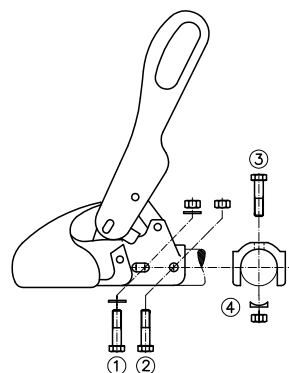

Bild 3 : Anslutning
Kulkopplingarna WS 3000-H/LB är specialutföranden för påskjutbromsar och monteras med korsförskruvning (1)+(3) och ett hålavstånd på **40 mm** (bild 3). Monteringsmaterialet ingår inte i leveransen.
2.2 Om kulkopplingen WS 3000/3500 monteras som ersättning för en annan kopplingstyp, är det för påskjutsbromsens funktion viktigt, att stötdämparen åter byggs in enligt gällande föreskrifter och att eventuella distansrör i dragröret monteras på rätt sätt. Vid WS 3000-D använd de medlevererade bultarna med $\varnothing 12 \times 34$ mm eller $\varnothing 12 \times 49$ mm som hjälpmedel, beroende på dragstängens diameter. Vid WS 3500-D $\varnothing 14 \times 63$ mm. Använd de medlevererade bultarna $\varnothing 2 \times 34$ mm eller $\varnothing 12 \times 49$ mm som hjälpmedel, beroende på dragstängens diameter. Använd bultarna som drivare för monteringsskruven (2) eller (3) (bild 3) beroende på hur stötdämparen är monterad och låt dem sitta kvar i tryckstängens medan kulkopplingen demonteras/monteras för centrerung av stötdämparen i dragröret. Avlägsna bultarna igen när den nya monteringsskruven förs igenom.